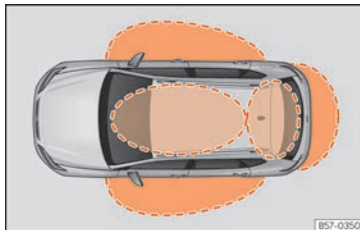
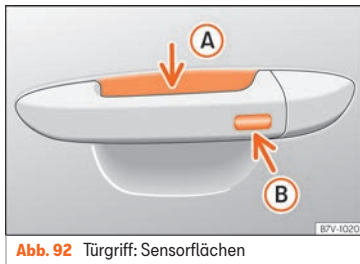

Abb. 91 Keyless Access: Näherungsbereiche.
Abb. 92 Türgriff: Sensorflächen
»» **Abb. 92**
Keyless Access ist ein schlüsselloses Start- und Schließsystem, mit dem das Fahrzeug ohne aktive Fahrzeugschlüsselbenutzung ent- bzw. verriegelt werden kann. Dazu müssen sich lediglich ein gültiger Fahrzeugschlüssel im Erfassungsbereich für den Zugang zum Fahrzeug befinden »» **Abb. 91** und eine der Sensorflächen an den Türgriffen »» **Abb. 92** berührt oder der *Softtouch*/Haltegriff der Heckklappe betätigt werden »» **Seite 116** »» **!**
Befindet sich ein gültiger Schlüssel in einem der Funktionsbereiche »» **Abb. 91**, erteilt das schlüssellose Schließ- und Startsystem Keyless Access diesem Schlüssel eine Zugangsberechtigung, sobald eine der Sensorflächen an den Vordertürgriffen oder der Softtouch/Haltegriff an der Gepäckraumklappe betätigt wird.
- Umfassen Sie einen der Griffe an den Vordertüren. Dabei wird die Sensorfläche »» **Abb. 92 (A)** (Pfeil) im Türgriff berührt und das Fahrzeug entriegelt sich.
- Berühren Sie *einmal* die Verriegelungssensorfläche »» **Abb. 92 (B)** (Pfeil) am Griff an einer der Vordertüren. Die Tür, an welcher der Griff betätigt wird, muss geschlossen sein.
- Berühren Sie *einmal* die Sensorfläche »» **Abb. 92 (B)** (Pfeil) am Griff an einer der Vordertüren. Das Fahrzeug ist mit der „Safe“ »» **Seite 111**-Sicherheitssystem verriegelt. Die Tür, an welcher der Griff betätigt wird, muss geschlossen sein.
- Berühren Sie *zweimal* die Sensorfläche »» **Abb. 92 (B)** (Pfeil) am Griff an einer der Vordertüren, um das Fahrzeug zu verriegeln, ohne das Sicherheitssystem „Safe“ zu aktivieren »» **Seite 111**.
Wenn sich ein gültiger Fahrzeugschlüssel in der Nähe »» **Abb. 91** der Heckklappe befindet, entriegelt die Heckklappe beim Öffnen des verriegelten Fahrzeugs.
- Berühren Sie die Schließaste  auf dem Funkschlüssel und berühren Sie einmal innerhalb von 5 Sekunden die Verriegelungssensorfläche am Fahrtürgriff »» Abb. 92 . Greifen Sie nicht am Türgriff, da sich das Fahrzeug sonst nicht verriegelt. Die Deaktivierung kann auch erfolgen, wenn das Fahrzeug über Fahrtürschloss verriegelt wird.
Um mit der **Komfortfunktion** alle elektrischen Seitenfenster und das Glasdach zu schließen, legen Sie einige Sekunden einen Finger auf den Verriegelungssensorfläche »» Abb. 92  (Pfeil) am Türgriff, bis die Seitenfenster und das Dach geschlossen sind.
Die Sensoren der Türgriffe können durch einen Wasser- oder Hochdruckdampfstrahl aktiviert werden, sofern sich ein gültiger Schlüssel in der Nähe befindet. Ist mindestens eines der elektrisch betriebenen Seitenfenster geöffnet und wird die Sensorfläche »» Abb. 92  (Pfeil) an einem der Türgriffe permanent aktiviert, schließen sich alle Fenster.